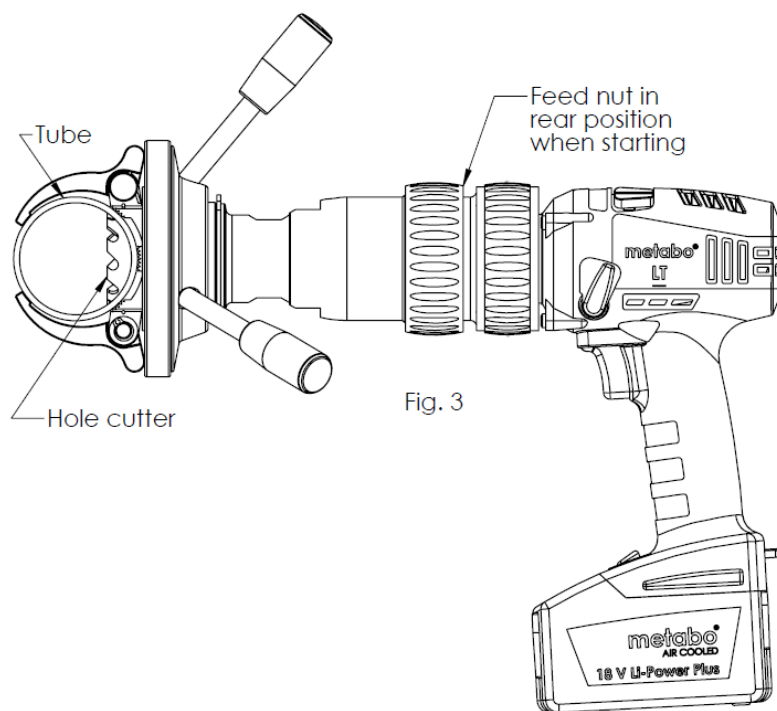

Fig. 3
3. Med reference til fig. 3 – kontroller at tilspændingskransen er drejet helt tilbage. Det anbefales at smørehulsaven forlods. Start maskinen med fulde omdrejninger (med uret) for maksimal moment. Brug kun 2. gear med hulsave op til og med 30mm og 1. gear til større hulsave. Drej forsigtigt tilspændingskransen udad til koblingen tager fat. Hulsaven bevæger sig udad og skærer hullet.